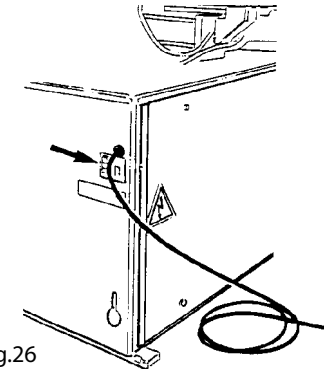

fig.26
- Controllare la conformità tra la tensione di linea e quella indicata sulla targa della macchina (come indicato in fig.26).
- Check that the mains supply tension is the same as that shown on the registration plate (as shown in fig. 26).
- Contrôler la conformité entre le voltage de ligne et celui indiqué sur la plaque de l'appareil (voir fig. 26).
- Die Übereinstimmung der Leitungsspannung mit der auf dem Matrikelschild angegebenen überprüfen (wie in Abb. 26 angegeben).
- Controle la conformidad entre la tensión de línea y a quella indicada sobre la chapa de la máquina (como indica la fig. 26).